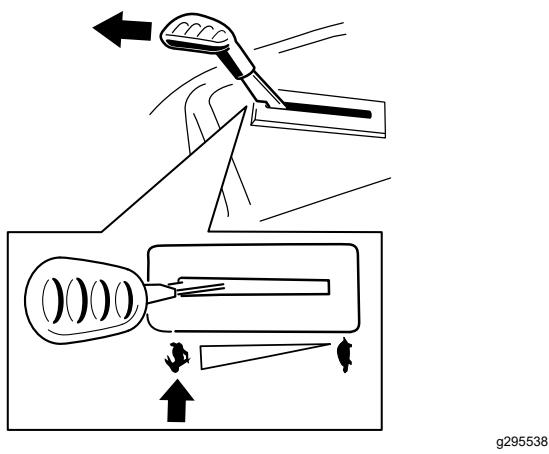

Figure 16
**Remarque:** Engagez toujours les lames en plaçant la commande d'accélérateur à la position HAUT RÉGIME (Figure 16).